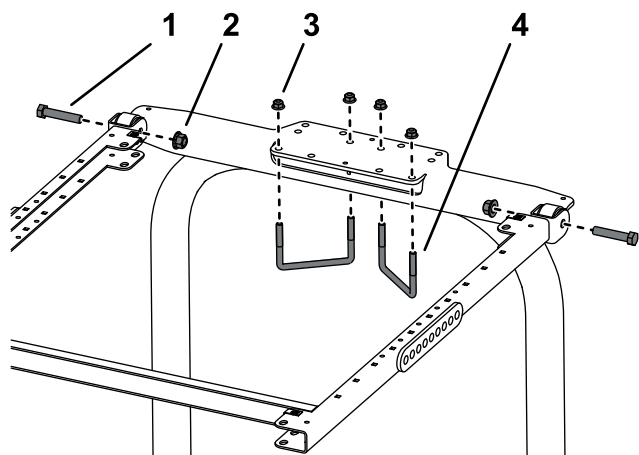

図 25
8. ROPS 取り付けブラケットを、トラクションユニット ROPS の上部にセットする 図 25。
9. 図 25 に示されている取り付け穴を利用して、ブラケットをROPS上部に取り付けるUボルト 4 1/2" x 2 3/4" 2本とフランジナット4個を使用する。